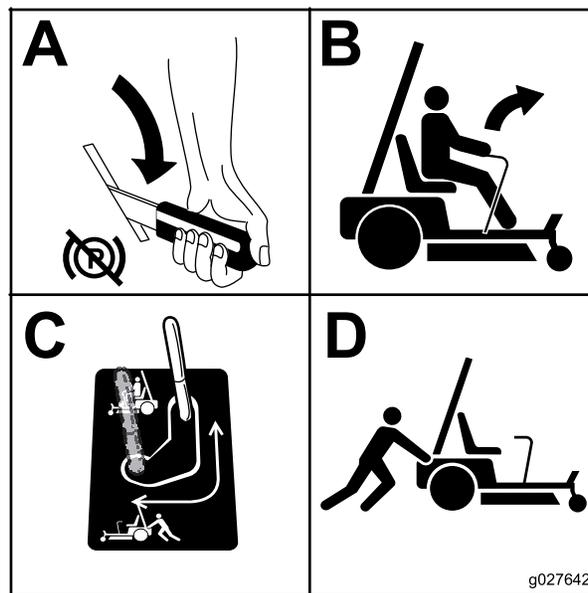

Figura 27
5. Mueva las palancas de desvío hacia atrás y luego hacia abajo para bloquearlas en esa posición, según se muestra en Figura 27, para desengranar los motores de rueda.
Mueva las palancas a la posición de empujar la máquina (Figura 27) para engranar los motores de las ruedas.